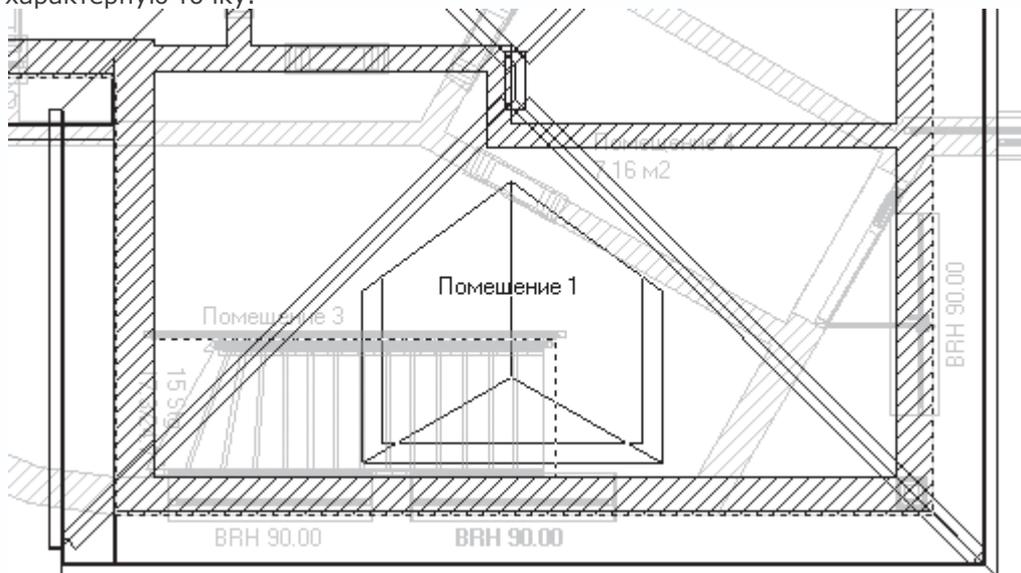

Рис. 4.45. Фиксация слухового окна на крыше
5. Сразу после фиксации первой точки фантом обретет привычные очертания – тонкие серые линии. Причем теперь точка привязки фантома слухового окна находится в правом нижнем его углу. Растяните фантом вправо так, чтобы его середина приблизительно совпала с серединой ската крыши (рис. 4.45). Щелкните кнопкой мыши, чтобы зафиксировать вторую характерную точку.